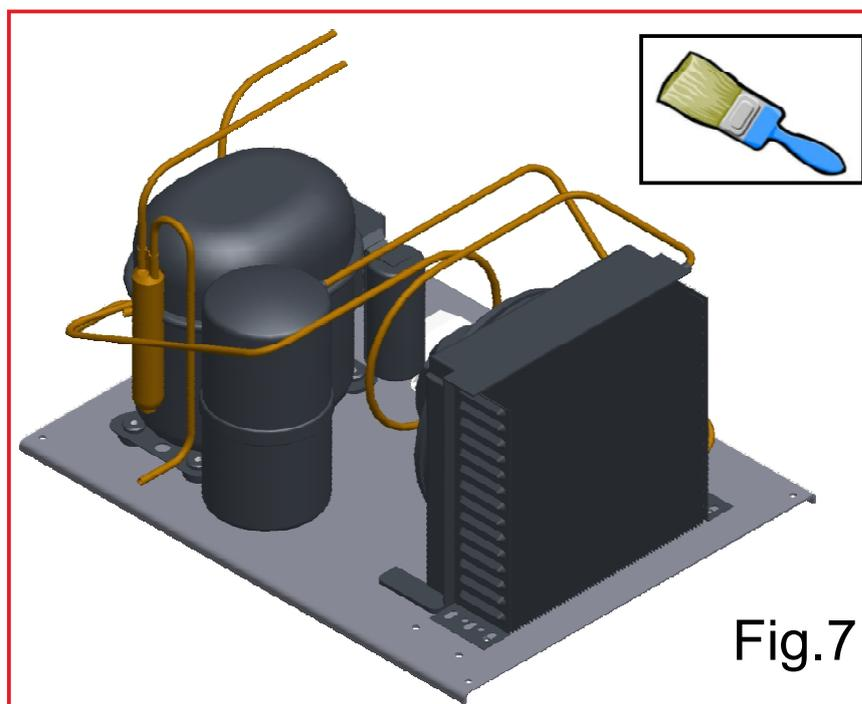

Fig.7
1. Togliere l'alimentazione elettrica agendo sull'interruttore a protezione della presa (se esiste) e sfilare la spina. 2. Con un pennello eliminare lo strato di pulviscolo dalle alette del condensatore (Fig.7). 3. Con l'aspirapolvere togliere la polvere residua.
1. Schalten Sie den Strom ab, indem Sie den Schutzschalter der Steckdose betätigen und dann den Stecker aus eben der Steckdose ziehen. 2. Mithilfe eines in einen Schlitz des Gitters gesteckten Schraubenziehers verschieben Sie dieses, bis es sich herausnehmen lässt. 3. Alles in umgekehrter Reihenfolge wieder zusammensetzen. (Abb. 7)
1. Schakel de elektriciteit van het apparaat uit met behulp van de schakelaar ter bescherming van het stopcontact en door de stekker vervolgens uit het stopcontact te halen. 2. Met een kwastje de stoflaag van de koelribben verwijderen. 3. Alles weer op de juiste wijze in elkaar zetten door bovengenoemde handelingen in omgekeerde volgorde te herhalen (zie Fig. 7).
1. Tire a alimentação eléctrica, actuando no interruptor de protecção da tomada e desligando depois a ficha da tomada. 2. Com um pincel elimine a camada de poeira das aletas do condensador. 3. Restabeleça tudo efectuando as operações na ordem inversa.(ver a Fig. 7)
1. Bryt strömmen via strömbrytaren och dra ur stickproppen ur vägguttaget. 2. Avlägsna dammlagret från kondensorns flänsar med en pensel. 3. Återmontera allt på sin rätta plats (se fig. 7).
1. Afbryd for elektriciteten ved slukke for stikkontakten og træk stikket ud. 2. Fjern støvlaget fra kondensatorens vinger med en pensel. 3. Montér gitteret igen og tænd for elektriciteten. (jvf. Fig. 7).
1. Schakel de elektriciteit van het apparaat uit middels de schakelaar ter bescherming van het stopcontact en door de stekker vervolgens uit het stopcontact te halen. 2. Met een kwastje de stoflaag van de koelribben verwijderen. 3. Alles weer op de juiste wijze terug monteren door bovengenoemde handelingen in omgekeerde volgorde te herhalen (zie Fig. 7).